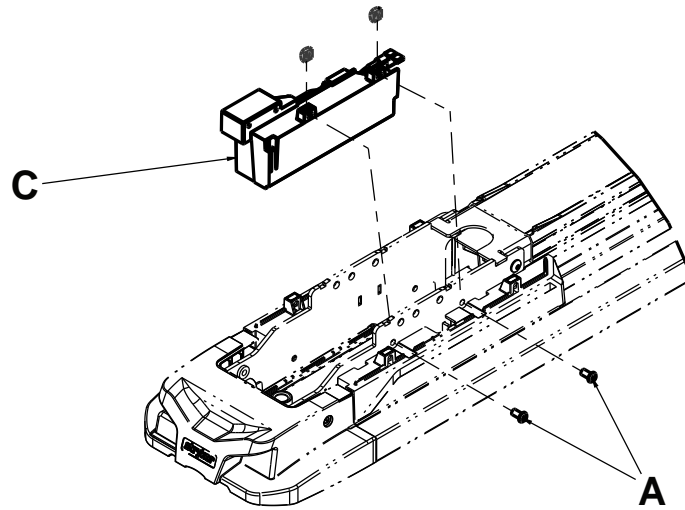

Figure 4 – Remplacement de la carte d'induction principale
4. À l'aide d'une clé Torx T27, enlever les deux vis (A) reliant l'ensemble de charge à induction (C) à l'ensemble soudé du côté pieds (Figure 4). Conserver les vis.